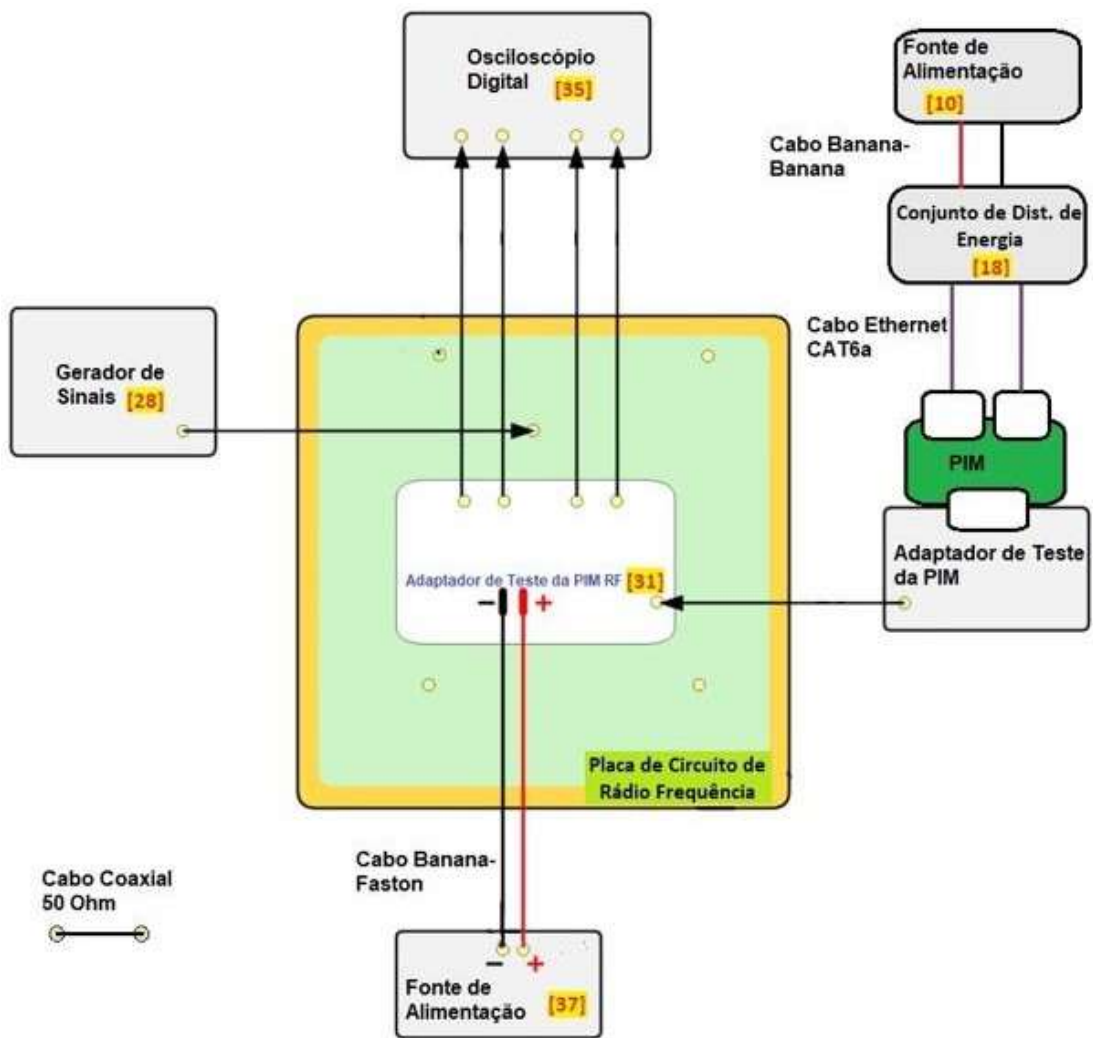

Figura 3. Diagrama do teste 2 da placa de circuito de rádio frequência. Note que em vermelho e amarelo há a indicação da posição do item no teste.
2. Teste 2: Neste teste o nível de amplificação e atenuação da placa de circuito de rádio frequência são medidos. A Figura 3 apresenta como os itens são usados nos testes.